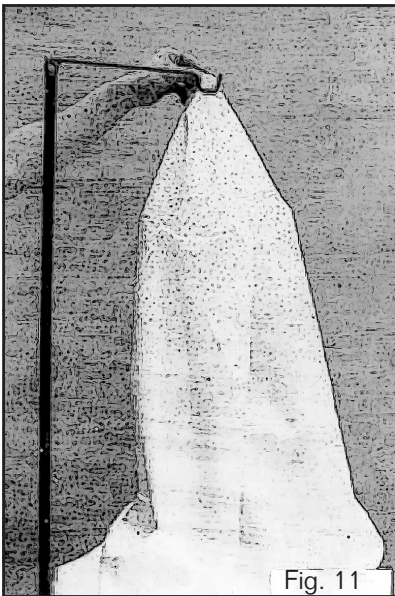

Fig. 11
A continuación cuelgue las dos bolsas (H) en las barras como se muestra en la Fig. 11